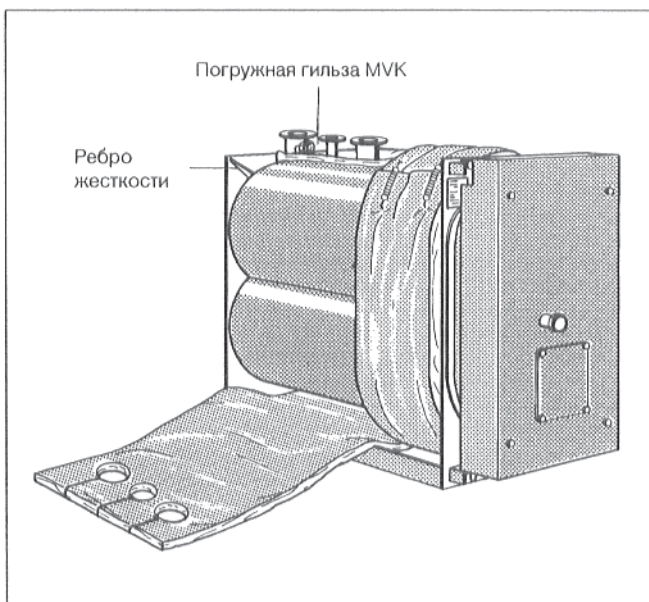

Рис. 6
- Уложить вокруг радиатора 2 теплоизолирующих мата и закрепить сверху, наложив концы матов друг на друга, посредством 5 или 6 \* натяжных пружин (Рис. 6).
- Надрезать теплоизолирующие маты внизу и сверху в зоне ребер жесткости (Рис. 6).